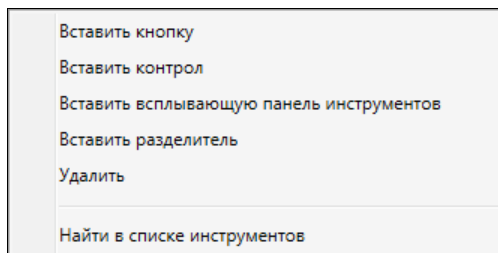

Рис. 12.17. Контекстное меню узла,
- ◆ Вызвать контекстное меню (рис. 12.17).